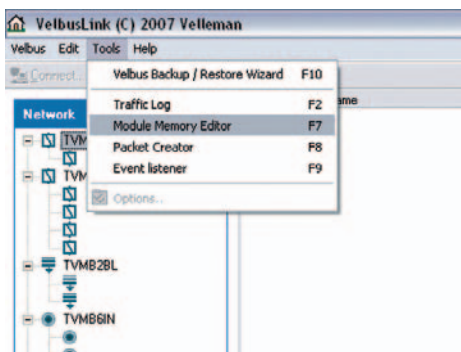
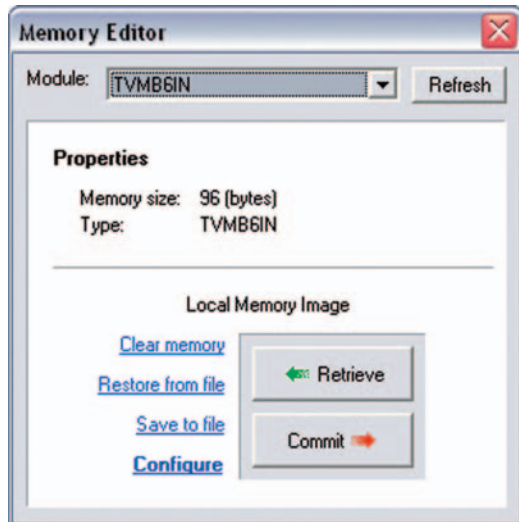
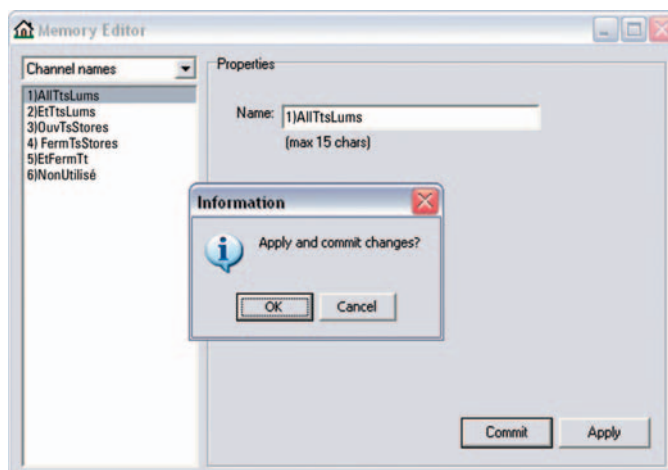

Figure 11 : Dans le menu sélectionnez *Tools* puis *Module Memory Editor*.
Figure 12: Quand cette fenêtre apparaît, sélectionnez le module TVMB6IN, celui qui correspond au groupe des poussoirs 1.
Figure 18 : Cliquez sur Commit et choisissez OK dans la fenêtre de confirmation.
Nous avons choisi de commencer par les dispositifs. Si vous nous suivez dans ce choix, dans le menu sélectionnez Tools puis Module Memory Editor, comme le montre la figure 11 : la fenêtre de la figure 12 apparaît, sélectionnez le module TVMB61N, celui qui correspond au groupe des poussoirs 1. Cliquez alors sur Retrieve pour que le programme lise la configuration directement à partir de la mémoire du module examiné : après qu'on ait répondu OK à la demande de lecture de la mémoire
- 3) cliquez sur Commit et choisissez OK dans la fenêtre de confirmation, comme le montre la figure 18. Il faut choisir l'option Commit chaque fois que l'on veut mémoriser une modification. Quand la configuration est terminée, fermez la fenêtre et cliquez sur Commit dans la fenêtre de la figure 12.